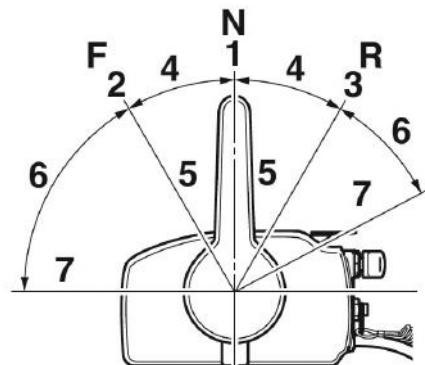

Рис. 26 Положения рычага управления (вид слева)
Положения рычага управления представлены на Рис. 26.
- Установите рычаг управления в нейтральное положение «N» (Рис. 26).